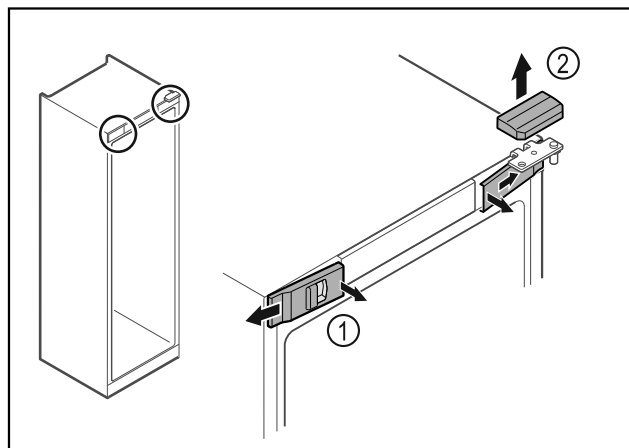

Fig. 10
- ▶ Odistite zvnútra predné kryty Fig. 10 (1) a odoberte ich do strany.
- ▶ Odoberte horný kryt Fig. 10 (2) nahor.